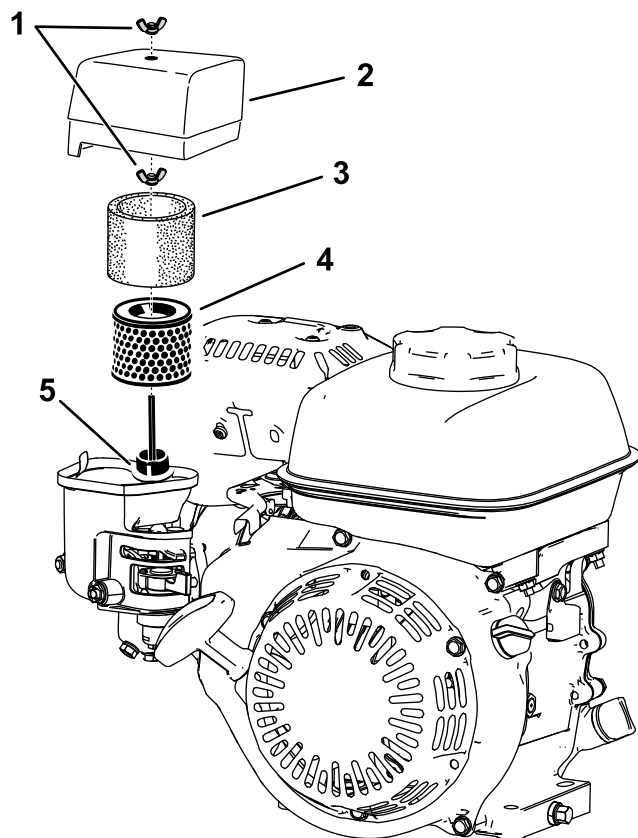

Figura 29
- Rimuovete il dado ad alette che assicura la protezione del filtro dell'aria (Figura 29).